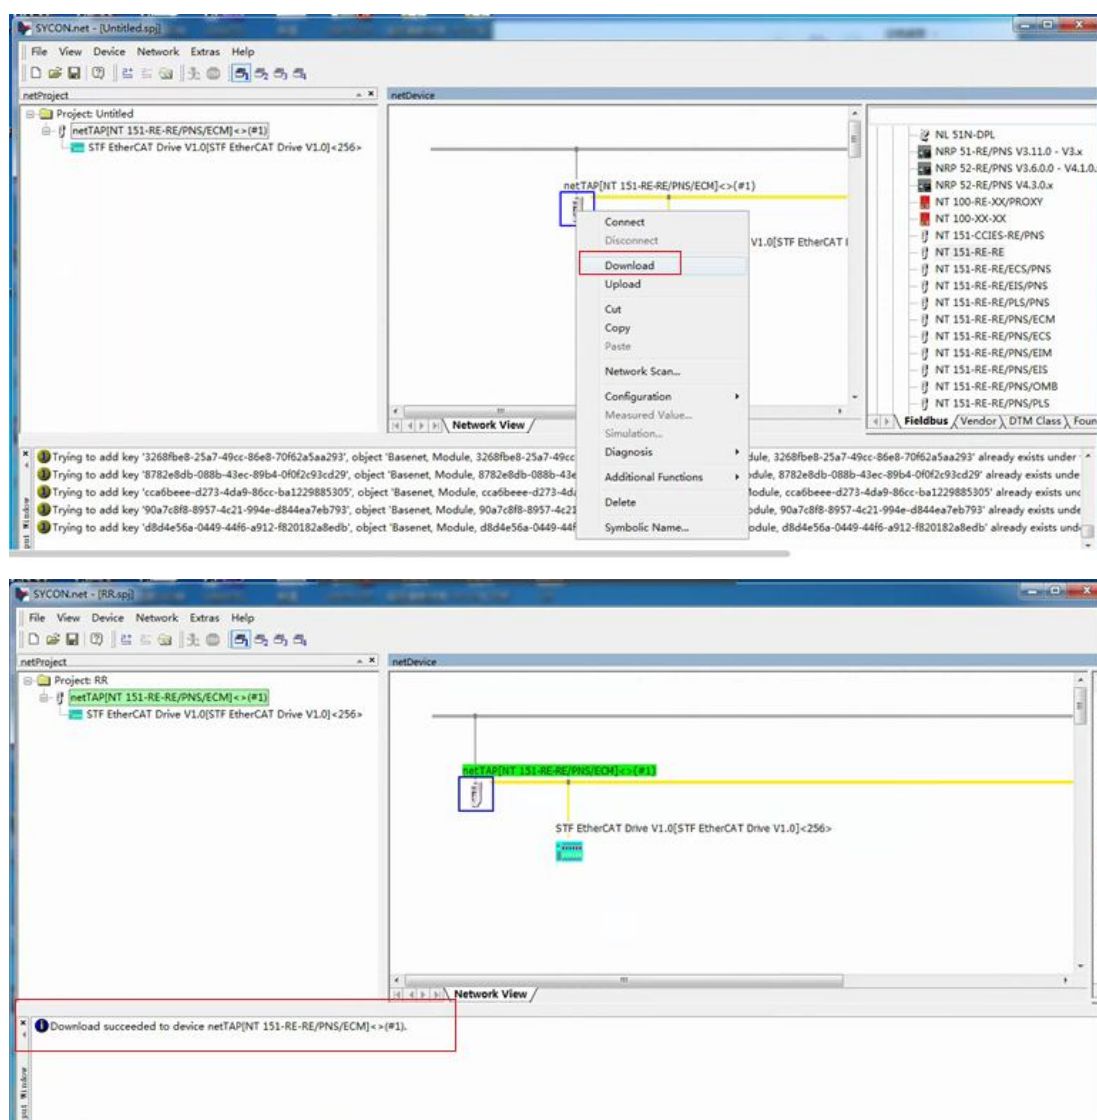

图 5.17 配置文件下载
(13) 到目前为止已经完成了网关的所有参数设置。最后右击网关，选择“Download”将配置文件下载到网关中完全所有的配置工作，参考图 5.17。